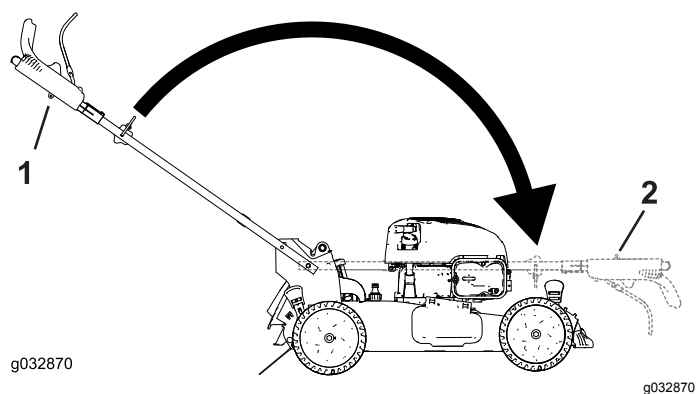

Figura 23
3. Piegate la stegola, ruotandola in avanti (Figura 23).